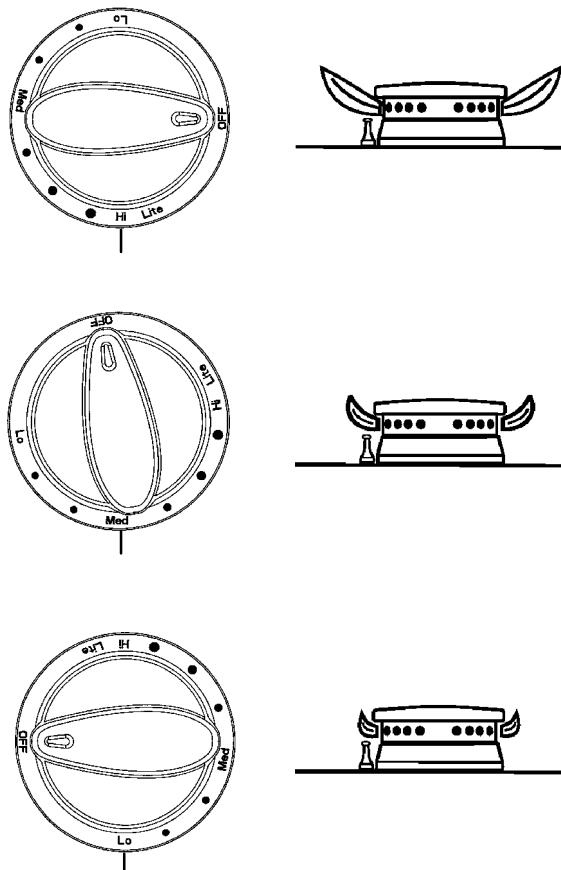

FIGURE 12
Une fois les étapes A, B et C de la conversion terminées, vérifier l'apparence de la flamme de chaque brûleur à feu doux et à plein feu (Hi) par rapport à la figure 12. Si la flamme paraît trop grande ou trop petite, revoir chaque étape pour s'assurer qu'elle a été effectuée correctement.
6. Commencer à la position correspondant au gaz GPL (voir le n° 5, page 8, sous C, RÉGLAGE DE LA FLAMME À FEU DOUX), puis tourner la vis dans le sens anti-horaire jusqu'à ce que la flamme se stabilise et ressemble à la flamme illustrée pour le réglage « feu doux » de la figure 12. Une flamme correctement réglée est stable, bleue et d'une longueur minimum. Le réglage final doit être vérifié en faisant tourner le bouton de feu doux à plein feu et vice versa à plusieurs reprises sans que la flamme s'éteigne.
Une fois les étapes A, B et C de la conversion terminées, vérifier l'apparence de la flamme de chaque brûleur à feu doux (Lo) et à plein feu (Hi) contre la figure 12. Si la flamme paraît trop grande ou trop petite, s'assurer que chaque étape a été effectuée correctement.